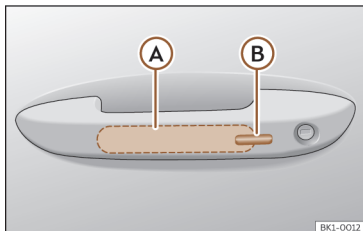

Fig. 86 Manípulo da porta: superfícies sensoras.
>>> **Fig. 86**
- Toque na superfície sensora >>> **Fig. 86 (B)** situada no lado exterior do manípulo da porta. Todos os indicadores de mudança de direção piscam uma vez
- Antes de passarem 5 segundos, toque uma vez no sensor do lado exterior do manípulo da porta >>> **Fig. 86 (B)**. Ao fazê-lo, não agarre o manípulo. O sistema Keyless Access fica desativado temporariamente.